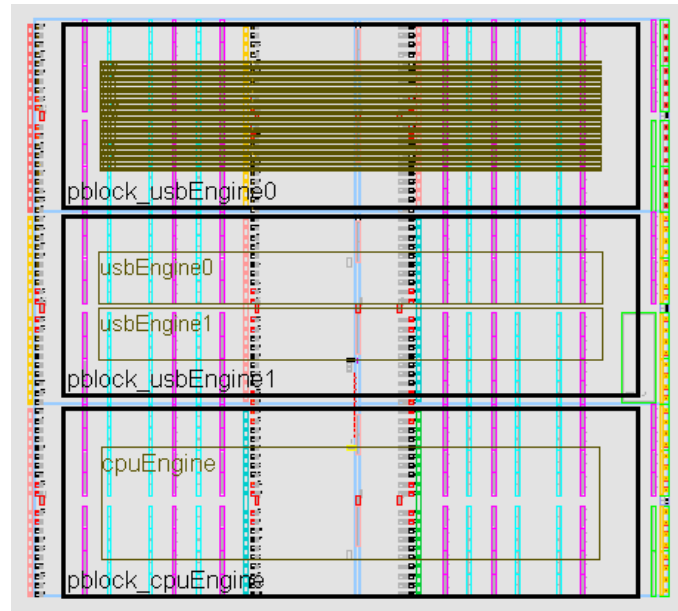

図 11-12 : Pblocks と割り当てられたインスタンスの図
**Pblock** に割り当てられているインスタンス数が多いと、長方形ではなく、339 ページの図 11-12 のように直線のように見えることがあります。